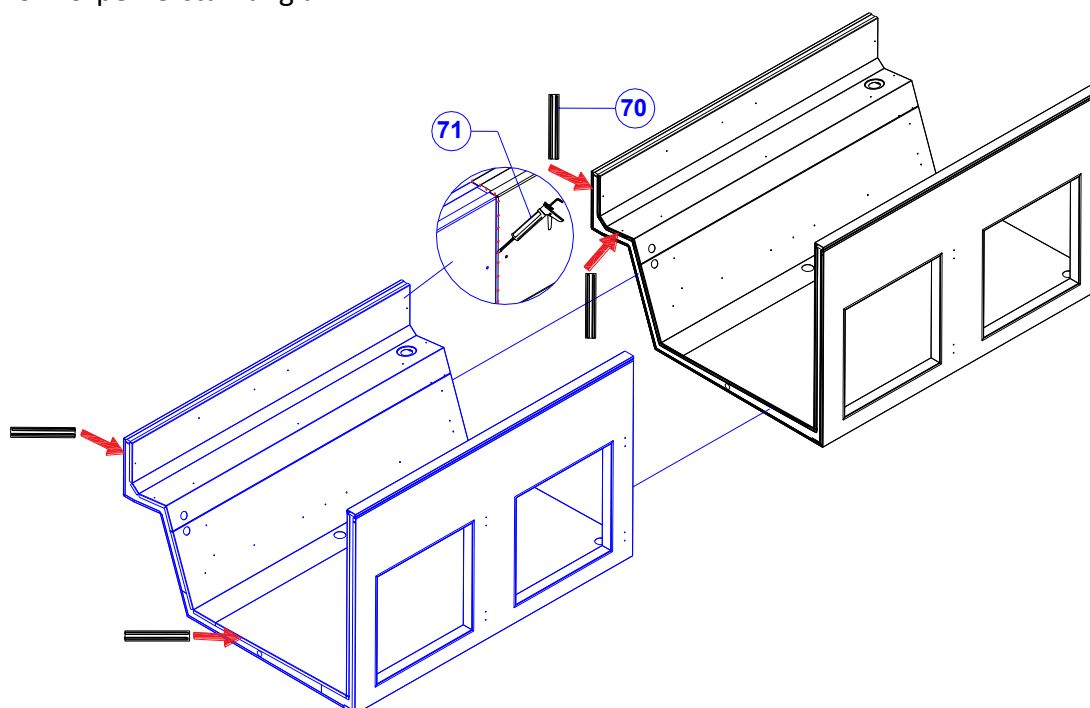

Abbildung 8 Abdichtung der Seitenkörper
Bringen Sie die Dichtung an, bevor Sie die Seite des Gerätes montieren oder bevor Sie die Geräte in eine Reihenfolge verbinden – siehe Abbildung 8, tragen Sie Dichtungsmasse (70) auf. Die Masse hat die Konsistenz einer Spachtelmasse, die in Form von auf das Band gelegten Rollen geformt ist. Bringen Sie die Dichtung nur auf einem Körper an, indem Sie eine der Rollen des Bandes abreißen, die Papierabdeckung abnehmen und sie dann wie abgebildet aufkleben. Bringen Sie die Dichtung nur auf die Blechteile auf. Bringen Sie die Dichtung nicht auf der Holzkörperverstärkung an.